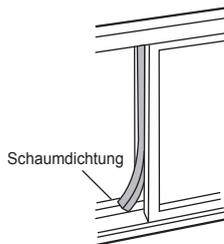

Abb. 15
5. Schneiden Sie die Schaumdichtung auf eine geeignete Länge ab, und dichten Sie den offenen Spalt zwischen dem inneren und dem äußeren Fensterflügel ab (Abb. 15).